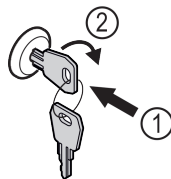

Fig. 194
- ▶ Sätt in nyckeln. Fig. 194 (1)
- ▶ Vrid nyckeln 90° medurs. Fig. 194 (2)